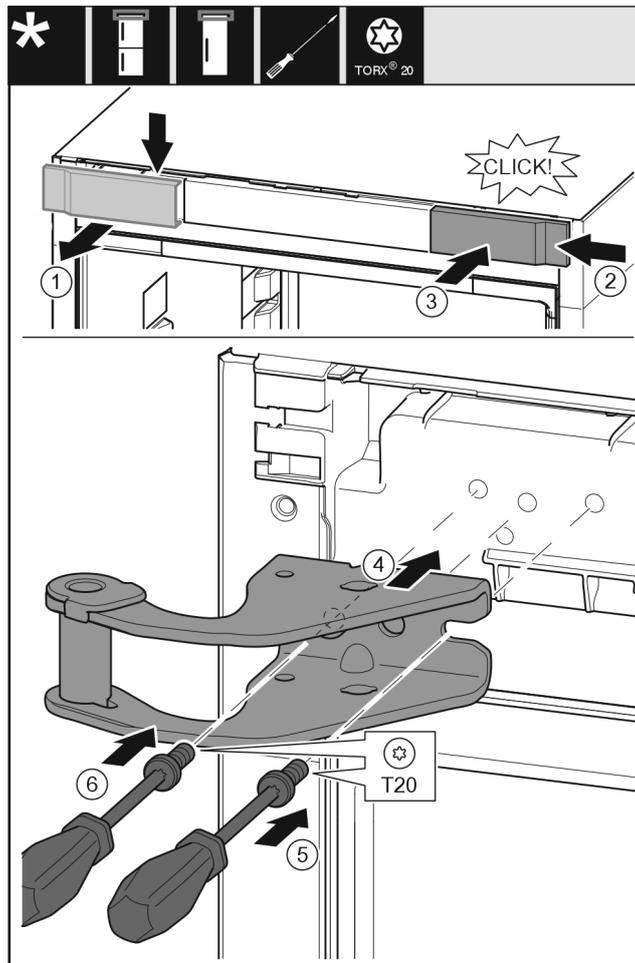

Fig. 16
- ▶ Abdeckung von oben nach vorne abnehmen. Fig. 16 (1)
- ▶ Abdeckung um 180° gedreht auf der anderen Seite von rechts einhängen. Fig. 16 (2)
- ▶ Abdeckung einrasten. Fig. 16 (3)
- ▶ Oberen Lagerbock ansetzen. Fig. 16 (4)
- ▶ Schraube mit Schraubendreher T20 ansetzen und festdrehen. Fig. 16 (5)
- ▶ Schraube mit Schraubendreher T20 einsetzen und festdrehen. Fig. 16 (6)